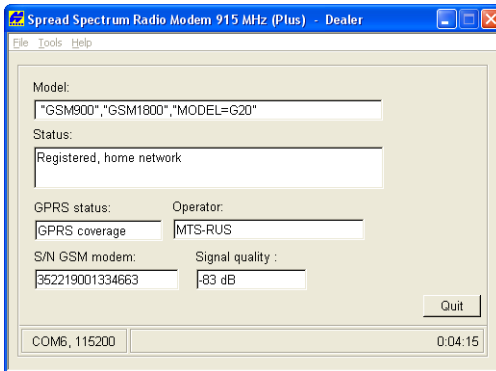

Figura 3-5. Visualización de Información de GSM
- Para ver información sobre el módem GSM, haga clic en **GSM info** (Figura 3-5). Haga clic en **Quit** para salir de la pestaña *GSM*. La calidad de la señal es una lectura de la fuerza de la señal GSM. Mientras menor sea el número (más cercano a cero), mejor será la calidad de la señal. La señal mínima (de corte) es -111db.